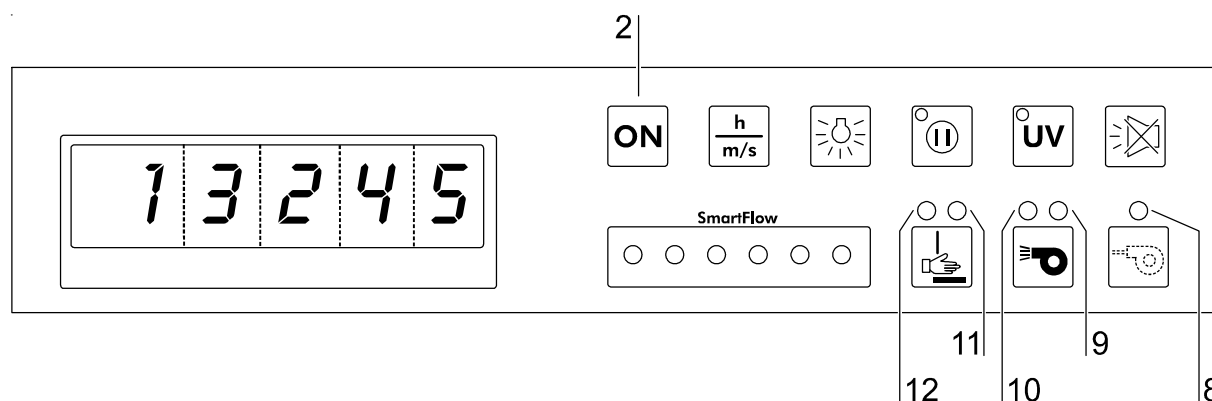

Fig. 14
1. **Fig. 14:** ligar o aparelho, manter premida a tecla **ON** [2]: